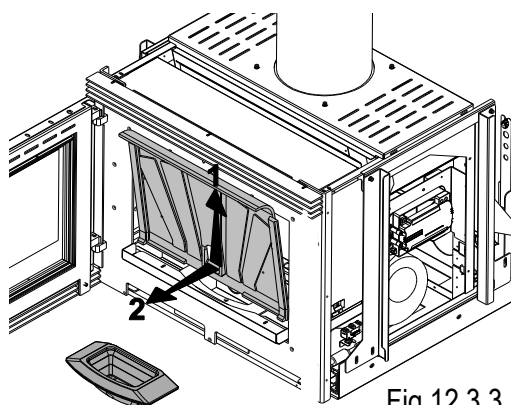

Fig.12.3.3
- 2) Incliner la partie inférieure du panneau en fonte vers la porte et le retirer complètement. (Fig.12.3.3)